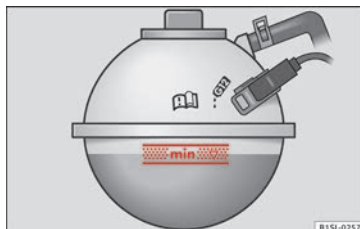

Fig. 109 No compartimento do motor: Marca no reservatório de expansão do líquido de refrigeração.
- Com o motor a frio, verifique o nível do líquido de refrigeração através da marca lateral do depósito de expansão » » » Fig. 109.
- O nível do líquido de refrigeração deve encontrar-se dentro das marcas gravadas no depósito de expansão » » Fig. 109. **Não exceda o limite superior da zona marcada** » » ⚠.
- Deve adicionar líquido de refrigeração somente até ao limite superior da zona marcada » » Fig. 109. Caso contrário, ao subir a temperatura, o líquido de refrigeração excedente será expulso devido à pressão do sistema de refrigeração causando deterioração.